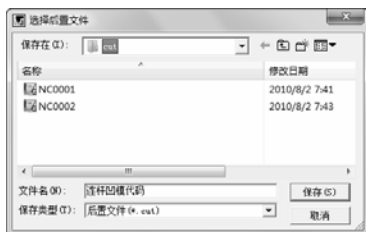

图 3-96 “选择后置文件”对话框
1) 选择下拉菜单“加工”→“后置处理”→“生成 G 代码”命令, 系统自动弹出“生成后置代码”对话框。选择存取后置文件 (*.cut) 的地址, 并填写后置程序文件名, 可进行对其编辑, 如图 3-96 所示。